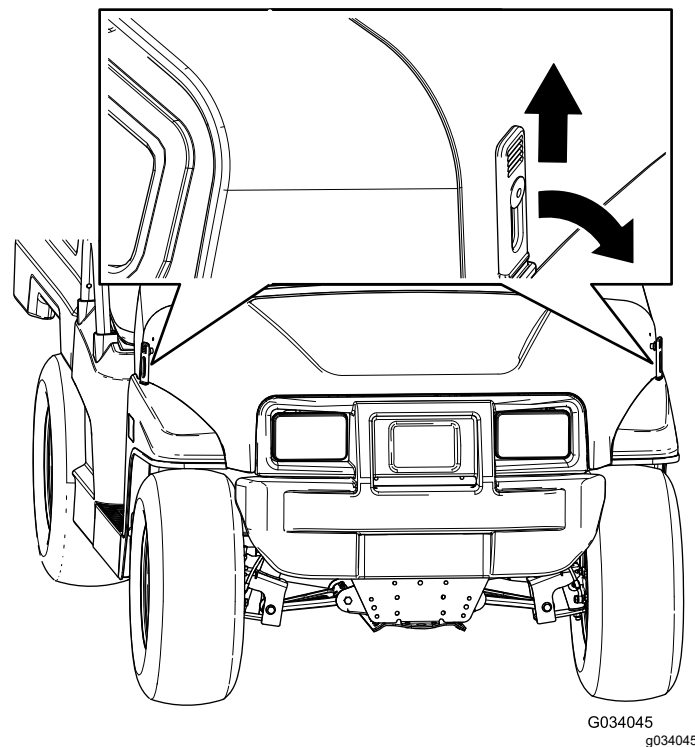

Bild 23
1. Heben Sie den Hebel der Gummiriegel an jeder Seite der Motorhaube an (Bild 23).
2. Fluchten Sie die Gummiriegel auf den Riegelankern an jeder Seite der Motorhaube aus, um die Motorhaube zu befestigen (Bild 23).